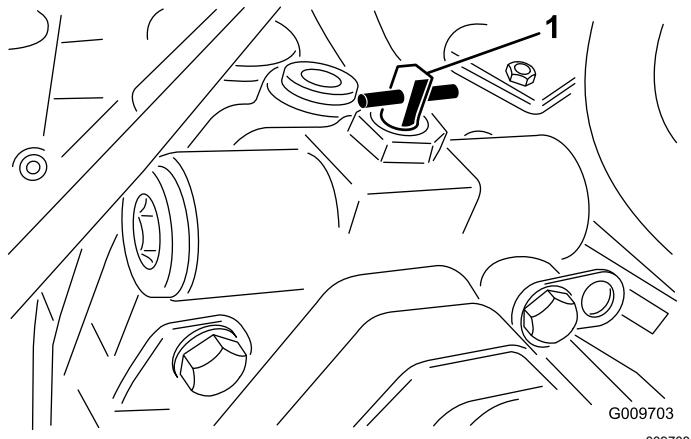

Рисунок 101
7. Откройте боксировочный перепускной клапан насоса тягового привода, повернув его на 90° ($1/4$ оборота) в любом направлении (Рисунок 101).
2. Откройте боксировочный перепускной клапан насоса тягового привода, повернув его на 90° ($1/4$ оборота) в любом направлении (Рисунок 101).